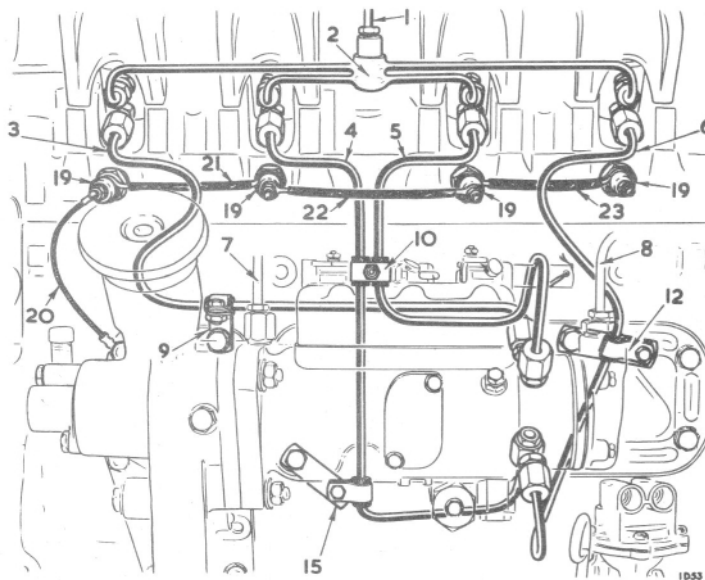

Fig. 67 - Tuyauteries d'injection et bougies de réchauffage.
1. Défaire les tuyauteries d'injection 3, 4, 5, 6 (Voir Fig. 67) et la tuyauterie de retour 2. Défaire les attaches de tuyauteries pour bien les dégager des injecteurs.
7. Procéder à la purge d'air du système comme indiqué dans le chapitre "Purge du système d'injection". Tuyauteries - Démontage (Fig. 67)
Tuyauteries - Remontage (Fig. 67)